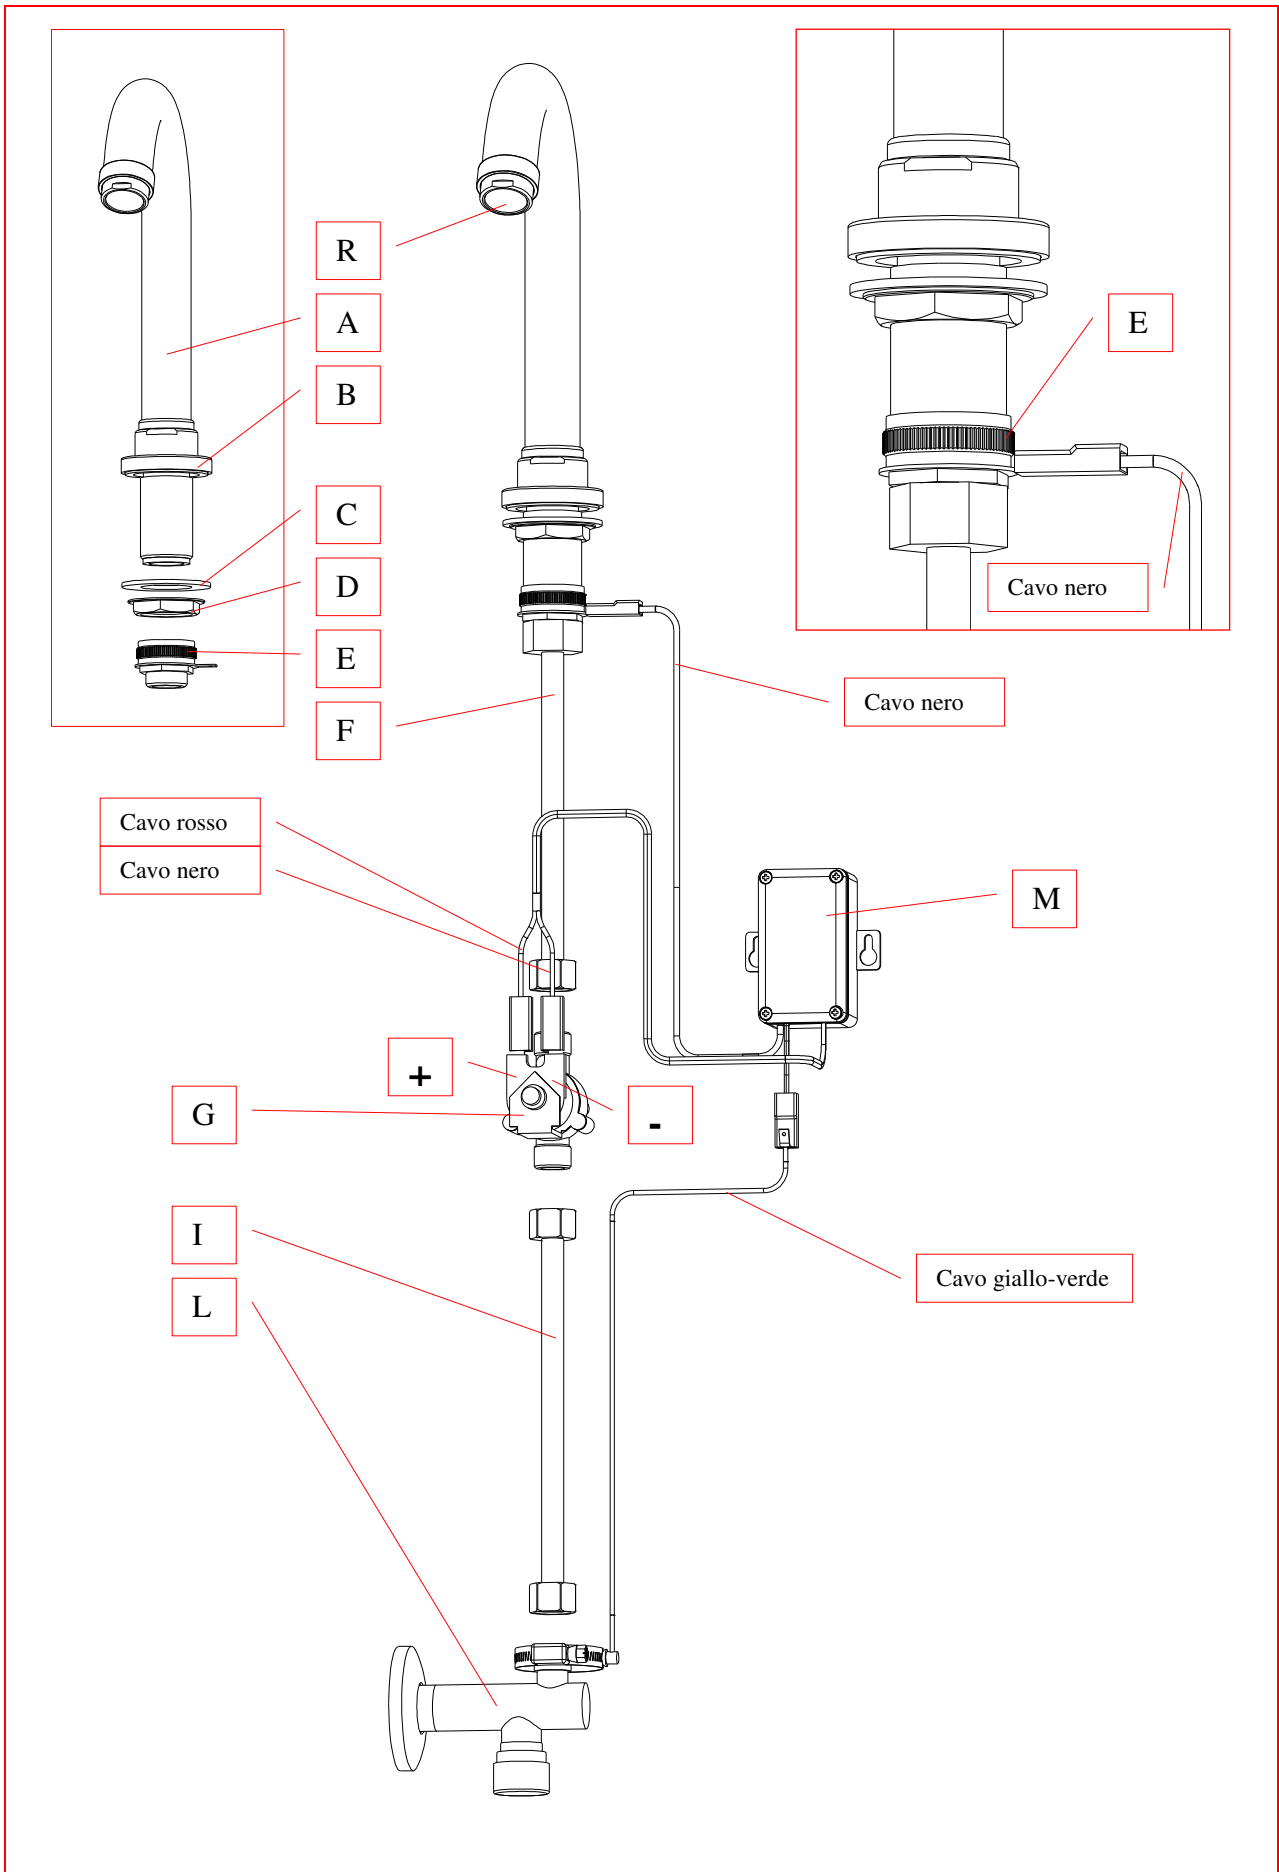

Figura 1 – Installazione.
- 1- Posizionare il rubinetto (**A**) nel foro assicurandosi della presenza della basetta (**B**) e della guarnizione tra il rubinetto e il piano di appoggio (Riquadro in alto a sinistra di Figura 1).
- 2- Bloccare il tutto utilizzando l'apposito dado (**D**) dopo aver inserito la guarnizione (**C**). (Riquadro in alto a sinistra di Figura 1).
- 3 – Montare il raccordo (**E**), utilizzando l'apposita guarnizione (Riquadro in alto a sinistra di Figura 1) e successivamente montare il flessibile in nylon (colore grigio) (**F**) (Figura 1)
- 4 - Montare l'elettrovalvola (**G**) sul flessibile (**F**) facendo attenzione alla freccia impressa sul corpo della stessa e che indica il flusso dell'acqua (entrante nel rubinetto) (figura 1).
- 6 – Dopo aver posizionato e fissato la scatola di comando (**M**), procedere ai collegamenti elettrici (figura 1)
- Collegare il cavo nero di massa rubinetto alla presa di tipo "faston" in ottone fissata sul raccordo (**E**) precedentemente montato (Riquadro in alto a destra di Figura 1).
- A - Smontare l'aeratore (**R**) con la chiave (Figura 1)